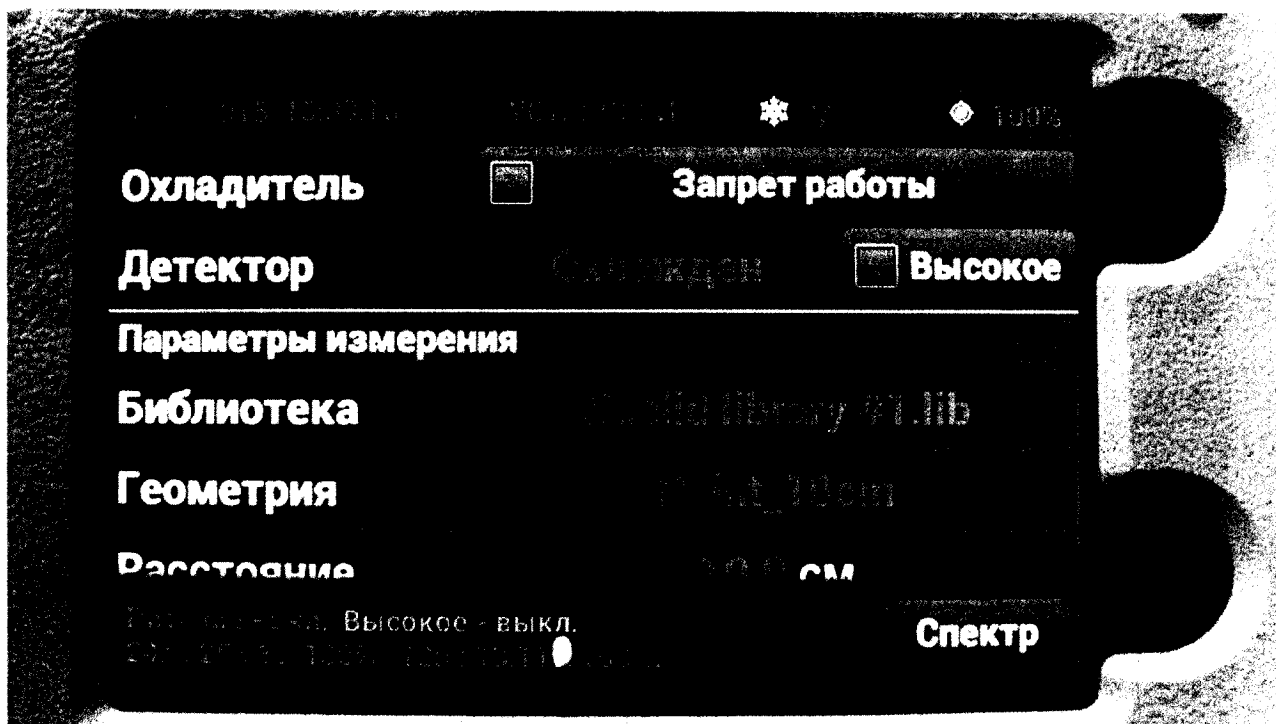

Рис. 64. Кнопка «Запрет работы» криокулера.
– нажмите кнопку «Запрет работы» (см. Рис. 64).